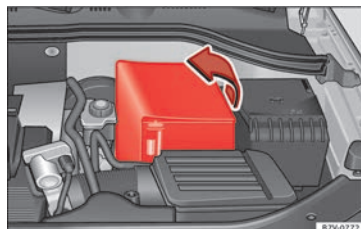

Bild 249 I motorrummet: Lyft bort kåpan från bilbatteriet
- Om en kåpa finns: fäll undan kåpan åt ena sidan för att ta ut den » bild 249.